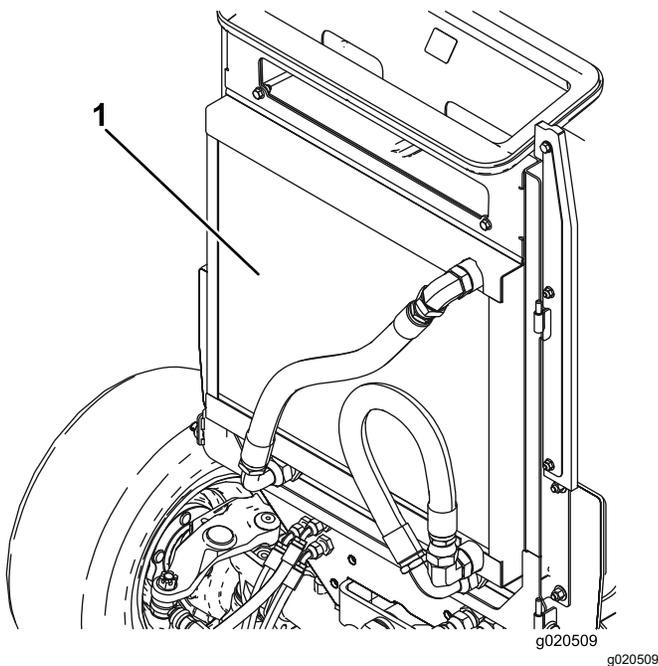

Figura 72
4. Pulite accuratamente entrambi i lati del refrigeratore dell'olio e il radiatore con aria compressa (Figura 72).